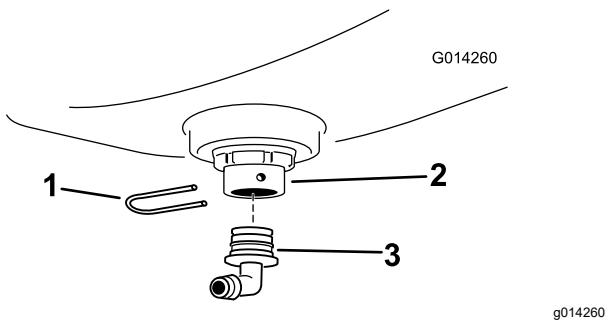

Figura 9
- Instale un acoplamiento de 90° en el pasamuros y sujetelo el acoplamiento de 90° con una horquilla de retención (Figura 9).
5. Conecte el segmento de manguera de 53,3 cm que cortó en Corte la manguera \(página 5\) al acoplamiento de 90° con una abrazadera, y apriete la abrazadera a mano (Figura 9).